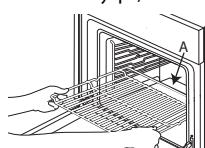

Рис. 1.
1. Вставте решітку горизонтально, піднявши частину A вгору (рис. 1).